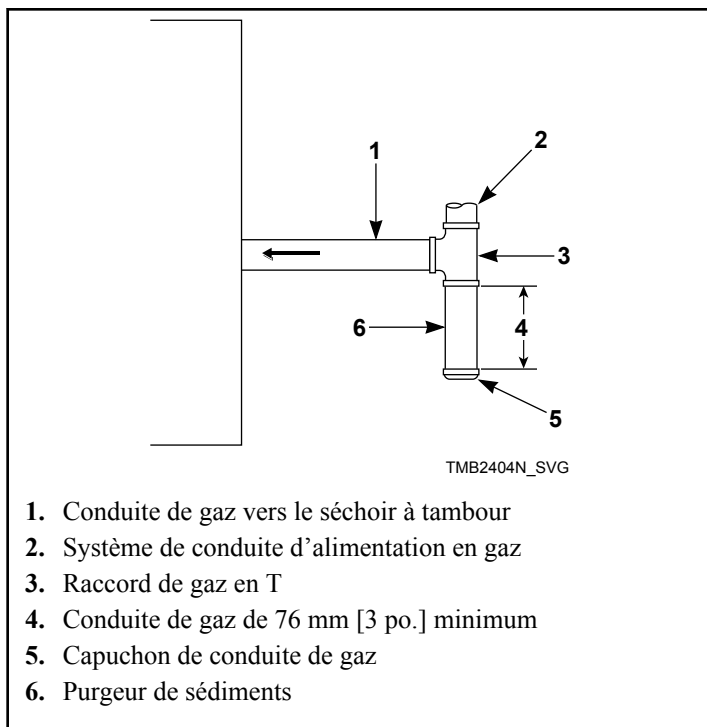

Figure 16
Chaque séchoir doit être équipé des éléments suivants, devant être fournis et installés par le client. Se reporter à la *Figure 16*.
- Prises de pression d'alimentation (minimum 1/8 NPT) (voir *Figure 16*)